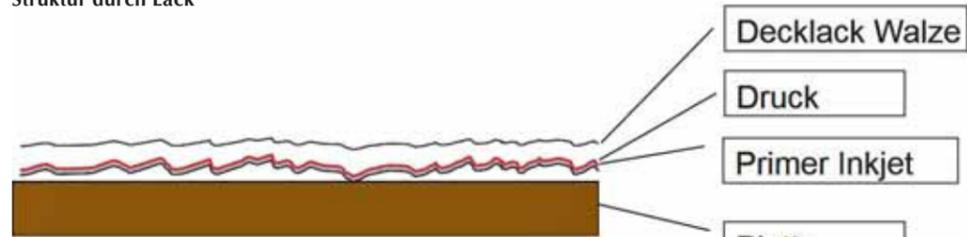

Abb. 2: Oberflächenaufbau bei Direktauftrag der Struktur durch Primer
**Direktauftrag der Struktur durch Primer:** Die zweite technologische Alternative ist der Direktauftrag der Struktur durch den Primer. Hierbei wird direkt auf die Platte der Primer in der angestrebten Struktur digital aufgetragen und anschließend dekorativ bedruckt. Zum Schluss wird zum Finishing der Lack mit einer Walze aufgetragen (Vgl. Abb. 2). Positiver Effekt dieser Technologie ist eine sehr elastische Optik – sofern diese gewünscht wird. Zu den angeführten Nachteilen (viele Druckköpfe nötig, Primer muss die Beständigkeiten einhalten, homogener/deckender Primerauftrag notwendig wenn nur Poren erzeugt werden, hoher Verbrauch an Ink-